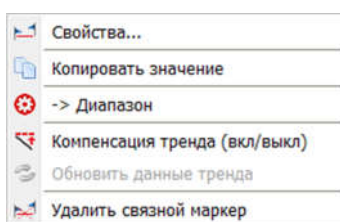

Рисунок 2.125 – Контекстное меню связных маркеров
2.3.2.11.18 Если нажать левую клавишу мышки над значком, обозначающим режим маркера, перевести курсор к другому маркеру и отпустить кнопку мыши, то создается связной маркер³⁾, над которой отображается значение, по умолчанию соответствующее разнице абсцисс связанных маркеров⁴⁾. После клика правой кнопкой мышки по связному маркеру появляется контекстное меню (рисунок 2.125), позволяющее изменить свойства, скопировать значение, выполнить одну из команд или удалить связной маркер.